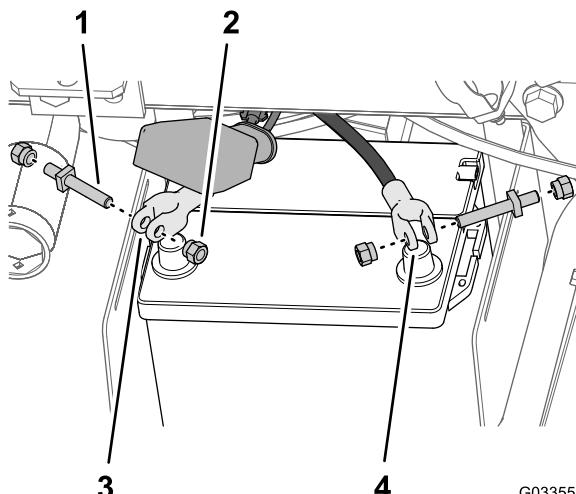

Figura 30
- 5. Montate, senza serrarli, un bullone del morsetto e un dado del serrafiletto sui morsetti positivo e negativo della batteria (Figura 30).